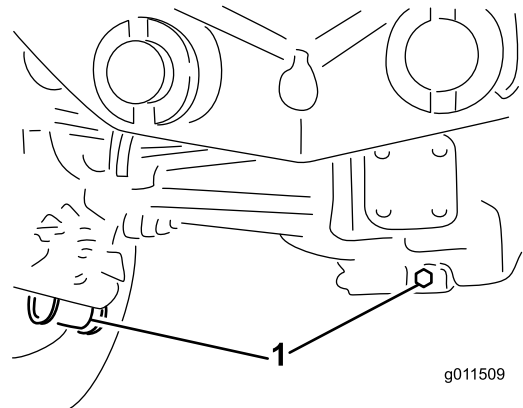

Figura 77
2. Limpie la zona alrededor de los tres tapones de vaciado, uno en cada extremo y uno en el centro (Figura 77).